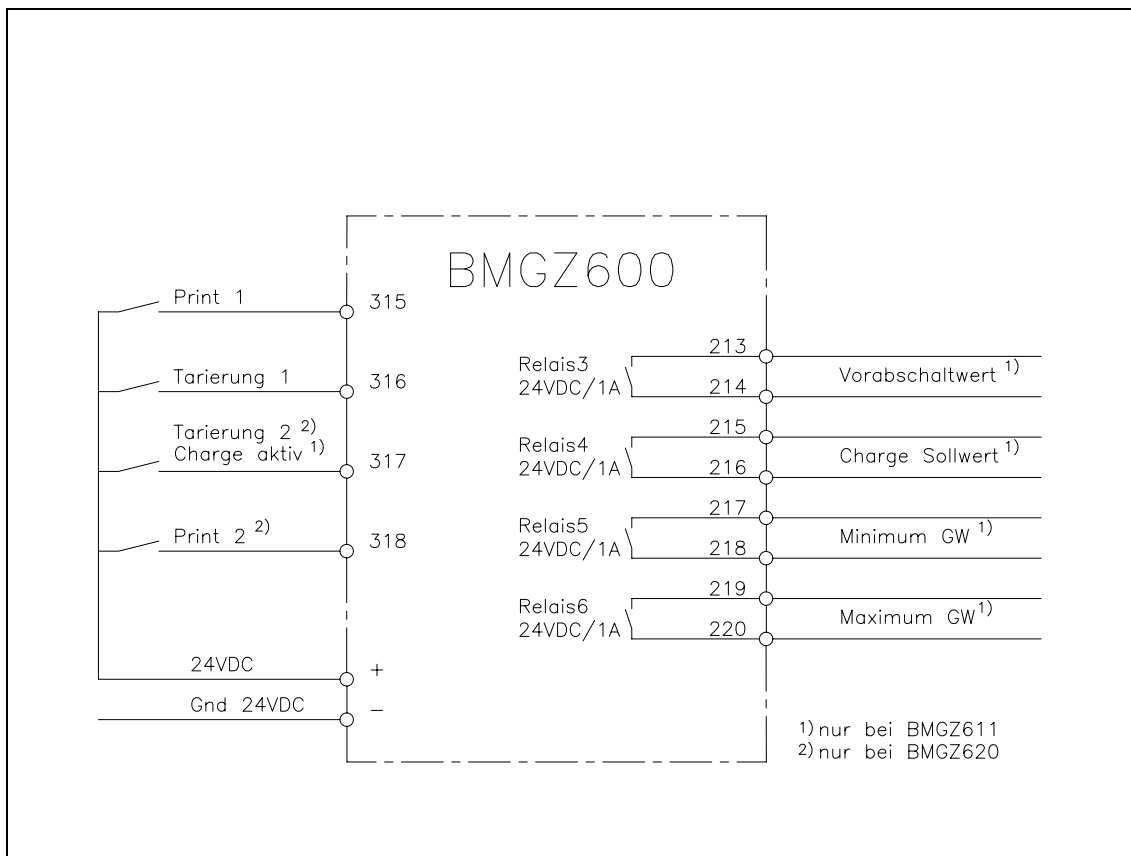

Bild 20: Anschluss der digitalen Ein- und Ausgänge
Die Version BMGZ611A besitzt weitere digitale Ein- und Ausgänge. Die digitalen Eingänge werden aktiviert, indem sie mit 24VDC (Klemme +) beaufschlagt werden (Bild 20). Es kann auch eine externe 24VDC Spannung verwendet werden, jedoch muss dann die externe Masse mit Klemme „Gnd“ (Klemme -) verbunden werden. Die digitalen Ausgänge sind intern auf Relais 24V / 1A geführt. Die Kontakte können beliebig an den Klemmen abgegriffen werden (Bild 20). Über Jumper stehen die Relaiskontakte als Schliesser (Default) oder Öffner zur Verfügung (J21...J26).
- Taste „Start“ betätigen (siehe Bild 20); Förderband startet und Silo öffnet automatisch. Das Schüttgut läuft über das Förderband. Nach Erreichen des Vorabschaltwertes (Parameter *Vorabschaltwert*) wird das Silo automatisch geschlossen. Das Förderband läuft weiter.